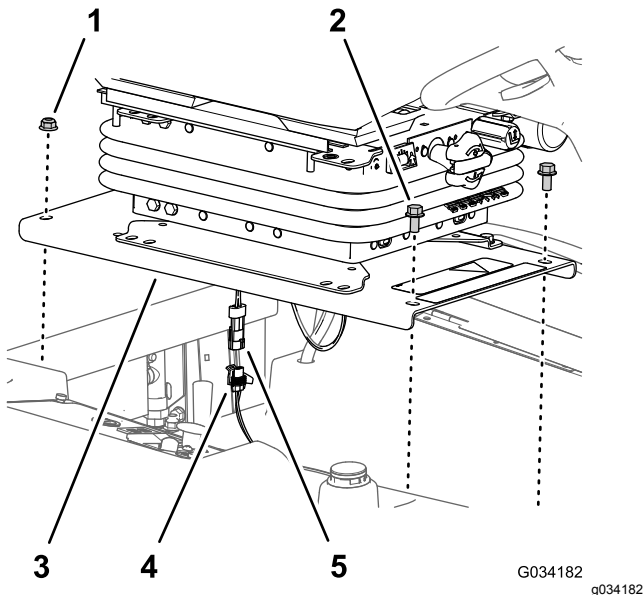

Рисунок 36
1. Выверните 2 болта с фланцевыми головками ( $\frac{3}{8} \times \frac{3}{4}$  дюйма), которые крепят переднюю часть плиты сиденья к ходовой части машины (Рисунок 36).
2. Отверните 2 фланцевые контргайки ( $\frac{3}{8}$  дюйма), которые крепят заднюю часть плиты сиденья к ходовой части машины (Рисунок 36).
4. Отсоедините 2-штыревой разъем жгута проводов переключателя механизма контроля присутствия оператора от 2-гнездового разъема жгута проводов машины (Рисунок 36).
2. Подсоедините 2-штыревой разъем жгута проводов переключателя механизма контроля присутствия оператора к 2-гнездовому разъему жгута проводов машины; см. Рисунок 36.
3. Совместите задние отверстия в плите сиденья (Рисунок 36) с двумя каретными болтами ( $\frac{3}{8} \times 1$  дюйм) в швеллере радиатора.
4. Установите плиту сиденья (Рисунок 36) на каретные болты, закрепив двумя фланцевыми контргайками ( $\frac{3}{8}$  дюйма), снятыми при выполнении пункта 2 в разделе Установка сиденья и плиты сиденья (страница 46).
5. Совместите передние отверстия в плите сиденья (Рисунок 36) с резьбой стержней бака.
6. Установите плиту сиденья (Рисунок 36) на стержни бака с помощью двух болтов с фланцевыми головками ( $\frac{3}{8} \times \frac{3}{4}$  дюйма), снятых при выполнении пункта 1 в разделе Доступ к блоку предохранителя и стандартному управляющему модулю (страница 56).